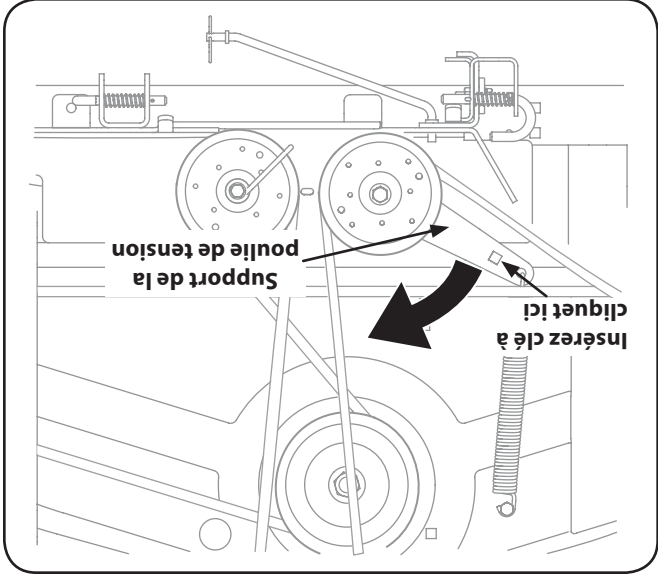

Figure 7-3
6. Sortez la goupille de support du plateau de coupe pour décaler le plateau de la tringle de relèvement. Voir la Figure 7-3.